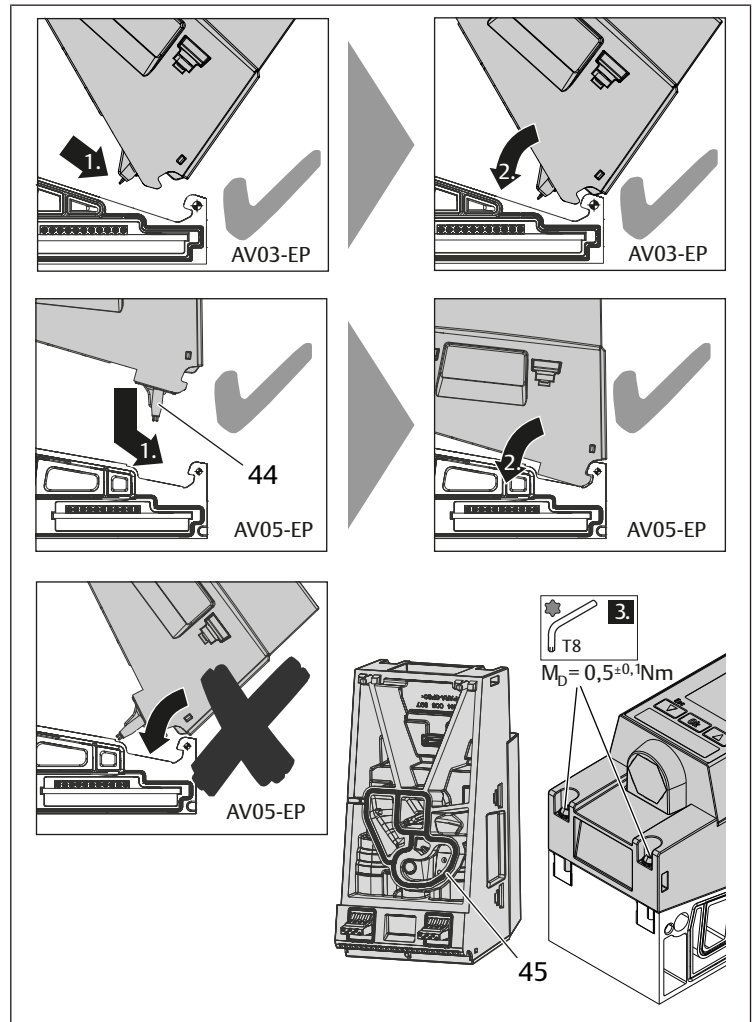

Fig. 16: Montage du régulateur de pression AV-EP sur l'embase
1. Positionner l'AV-EP sur l'axe de rotation ◀ comme décrit ci-après (voir fig. 16) :
2. Déployer l'AV-EP vers le bas de sorte qu'il soit positionné sur l'embase AV-EP. Ce faisant, veiller à un positionnement correct du joint (45) dans le régulateur de pression.